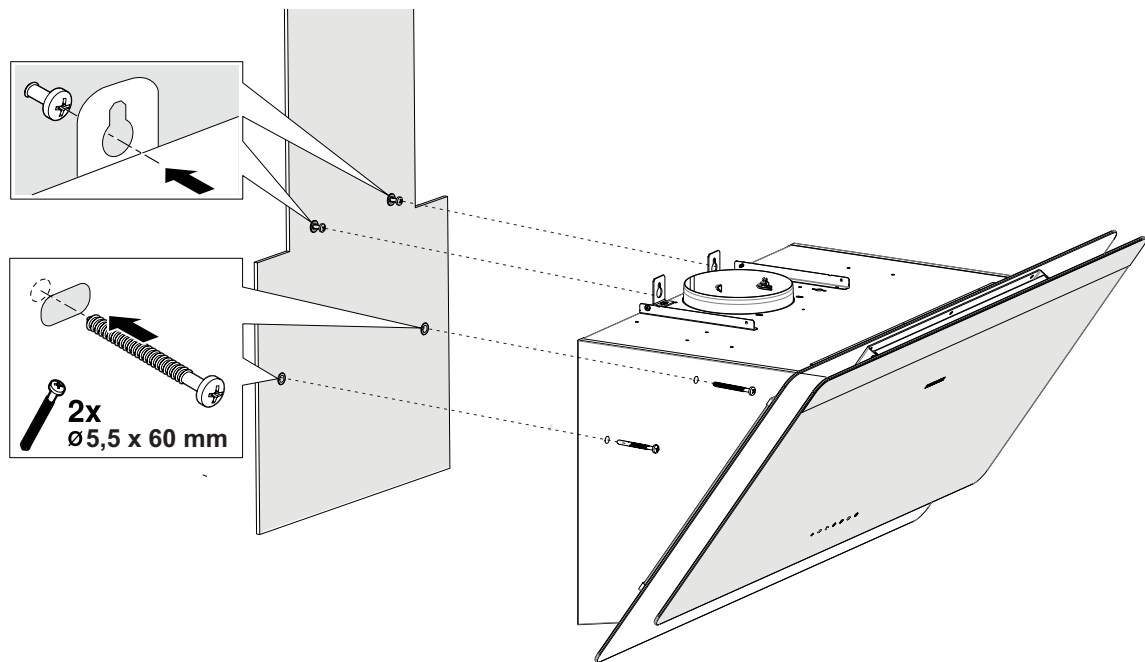

Abb. 10
- Montieren Sie die Dunstabzugshaube auf die Schrauben an der Wand und ziehen Sie die Schrauben fest an (Abb. 10).
- Befestigen Sie die Dunstabzugshaube zusätzlich mit den zwei 5,5x60 Schrauben an der Wand an der Innenseite des Geräts (Abb. 10).